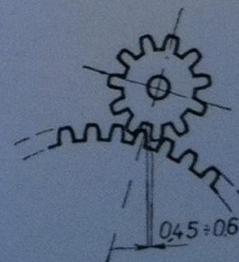

Fig. 139
3. Le jeu entre dents doit être de 0,45 à 0,6 mm (fig. 139) lorsque le pignon est engrené.